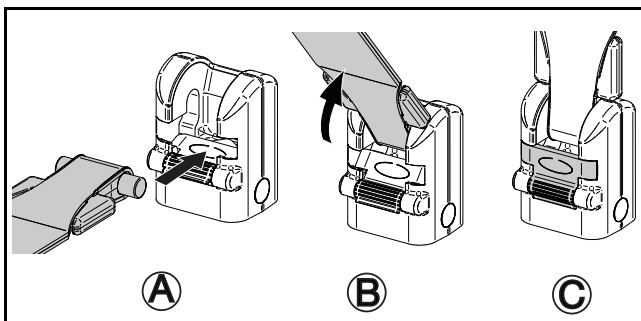

Fig. 5
- 5) Sett bærerammens rem med tappen inn i hurtigkoblingen ved å trykke den inn (se Fig. 5 A).
- 6) Drei remmen oppover (se Fig. 5 B).
- 7) Kontroller at låsehaken er lukket (se Fig. 5 C).